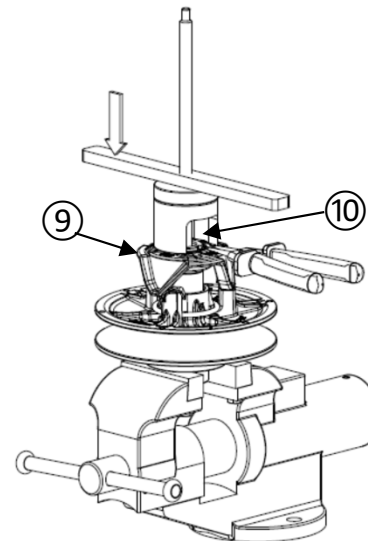
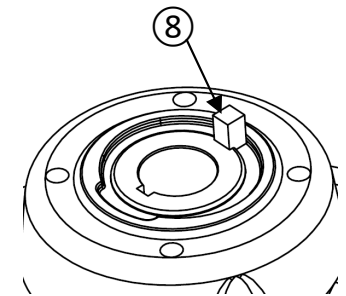

Figure 32
Figure 31
- Assemblez la came ⑨ sur l'arbre du flasque fixe ① avec l'outil de démontage. Positionnez la clavette ⑧ dans la rainure de l'arbre du flasque fixe ① (figure 31).
- Mettez l'anneau élastique ⑩ sur la came ⑨.
- Assurez-vous que le flasque fixe ① est bloqué en rotation, tournez le flasque coulissant ④ dans le sens anti-horaire pour positionner les patins de came ⑤ du bon côté de la surface de glissement de la came ⑨, comme avant le démontage.
- Visser la barre de l'outil de démontage jusqu'à ce que la came ⑨ soit suffisamment basse pour installer l'anneau élastique ⑩ (figure 32).